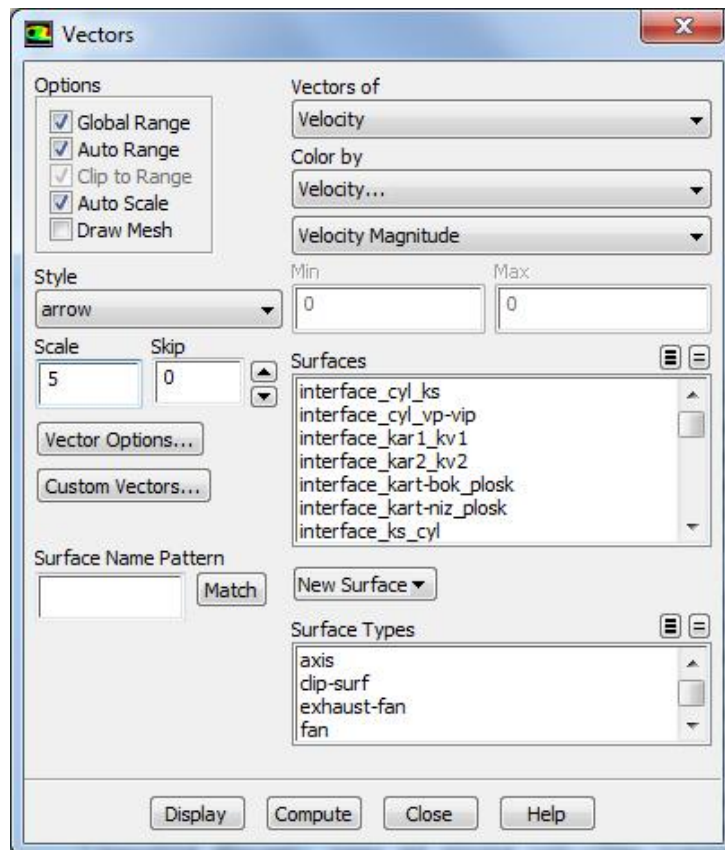

Рисунок 1.38 – Меню настройки векторов скорости(*Vectors*)
- В появившемся окне (рисунок 1.38) необходимо установить 5 в опциях качества отражения векторов *Scale* и в *Skip*.